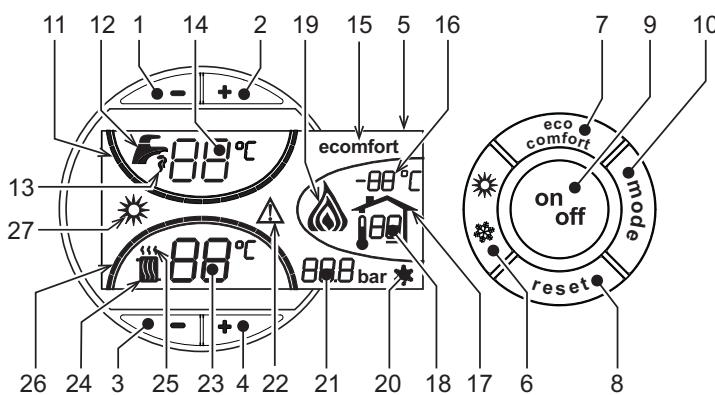
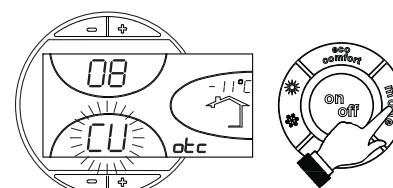
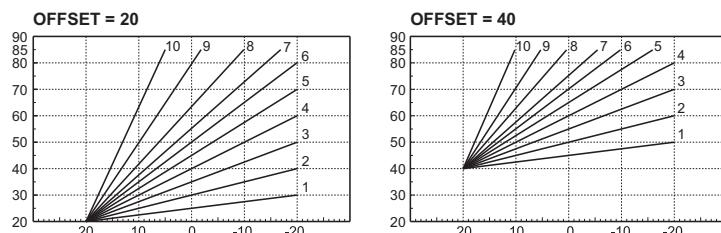

fig. 1 - Controlepaneel
fig. 11 - Kromming stooklijn
fig. 14 - Voorbeeld van parallele verplaatsing van de compensatiecurven
Het verzoek om verwarming (door de Omgevingstermostaat of de Timerafstandsbediening) wordt aangegeven met knippen van de warme lucht boven de radiator (detail 24 en 25 - fig. 1).
fig. 1 De streepjes die de verwarmingsgraad aangeven (detail 26 -) gaan branden naarmate de temperatuur van de verwarmingssensor de ingestelde waarde dichter benaderd.
Het verzoek om sanitair water (naar aanleiding van gebruik van warm sanitair water) wordt aangegeven met knippen van het warm water onder de kraan (detail 12 en 13 - fig. 1). Controleer of de functie Comfort geactiveerd is (detail 15 - fig. 1).
De streepjes die de temperatuur van het sanitair water aangeven (detail 11 - fig. 1) gaan branden naarmate de temperatuur van de sensor van het sanitair water de ingestelde waarde dichter benaderd.
Wanneer verwarming van de boiler actief is (standaard ingesteld) wordt op het display het symbool COMFORT (detail 15 - fig. 1) geactiveerd; wanneer ze is uitgeschakeld is op het display het symbool ECO (detail 15 - fig. 1) geactiveerd
De gebruiker kan de boiler uitschakelen (modus ECO) door te drukken op de toets eco/comfort (detail 7 - fig. 1). Druk nogmaals op de toets eco/comfort (detail 7 - fig. 1) om de modus COMFORT te activeren.
Druk 1 seconde op de toets **on/off** (detail 9 - fig. 1).
Druk nogmaals 1 seconde op de toets **on/off** (detail 9 - fig. 1) om de ketel weer aan te zetten.
Druk 1 seconde op de toets **zomer/winter** (detail 6 - fig. 1).
Op het display wordt het symbool Zomer (detail 27 - fig. 1) actief: de verwarmingsketel levert uitsluitend warm water. Het antivriessysteem blijft actief.
Druk weer 1 seconde op de toets **zomer/winter** (detail 6 - fig. 1) om de modus Zomer te deactiveren.
Bedien de **verwarmingstoetsen** (detail 3 en 4 - fig. 1) om de temperatuur te variëren van minimaal 30 °C tot maximaal 80 °C.
-+ Bedien de toetsen voor sanitair water (detail 1 en 2 - fig. 1) om de temperatuur te variëren van minimaal 10°C tot maximaal 65°C.
Wanneer de externe temperatuursonde (optioneel) wordt geïnstalleerd, wordt op het display van het bedieningspaneel (detail 5 - fig. 1) de werkelijke, door de sonde gemeten buitentemperatuur weergegeven. Het regelsysteem van de verwarmingsketel werkt met "Weersafhankelijke Temperatuur". In deze modus wordt de temperatuur van de verwarmingsinstallatie gereguleerd overeenkomstig de externe weersomstandigheden, zodat gedurende het hele jaar verhoogd comfort en energiebesparing wordt gegarandeerd. Namelijk bij toename van de buitentemperatuur wordt de uitgangstemperatuur van de installatie volgens een vastgestelde "compensatiecurve" verlaagd.
Bij regeling met Weersafhankelijke temperatuur wordt de temperatuur die ingesteld is met de verwarmingstoetsen -+ (detail 3 en 4 - fig. 1) de maximum uitgangstemperatuur van de installatie. Aanbevolen wordt om de maximumwaarde in te stellen, zodat het systeem bij het regelen gebruik kan maken van het gehele functioneringsbereik.
Door eenmaal op de toets **mode** (detail 10 - fig. 1) te drukken wordt de huidige compensatiecurve (fig. 11) afgebeeld en kan ze gewijzigd worden met de **toetsen sanitair water** (detail 1 en 2 - fig. 1).
Door te drukken op de **verwarmingstoetsen** (detail 3 en 4 - fig. 1) wordt toegang verkregen tot parallelle verplaatsing van de curven (fig. 14), die gewijzigd kan worden met de **toetsen sanitair water** (detail 1 en 2 - fig. 1).